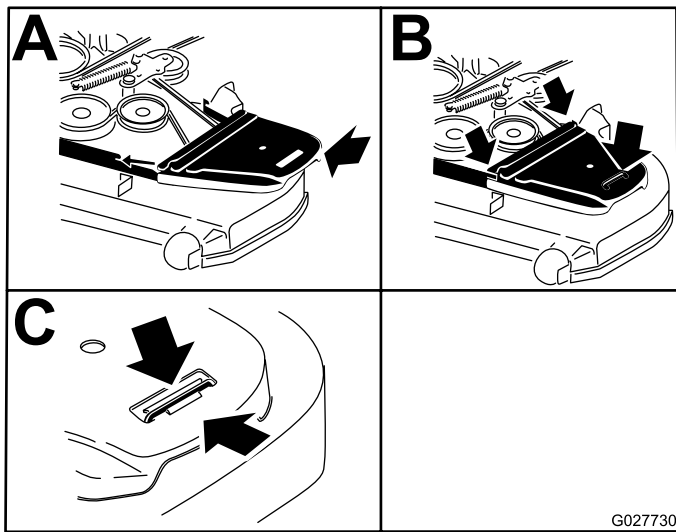

Figura 92
11. Instale las cubiertas de la correa (Figura 92).